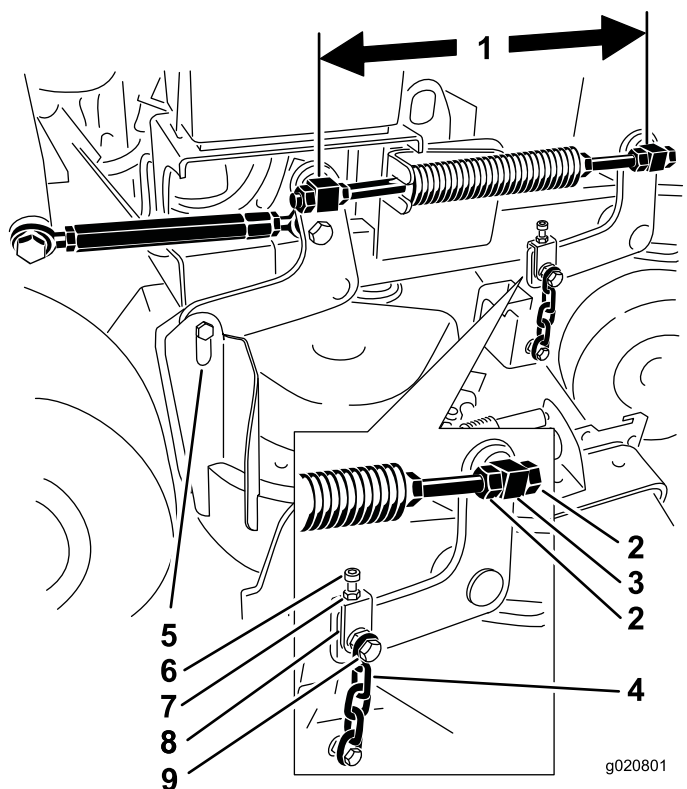

Figure 81
1. Mesurez la distance entre les centres des pivots (entraxe) sur chaque tige filetée (Figure 81).
2. Desserrez les écrous de blocage du pivot **avant** (Figure 81).
4. Resserrez les écrous de blocage du pivot **avant** (Figure 81).
4. Desserrez les écrous de blocage sur les pivots avant gauche et droit (Figure 81).
6. Serrez les écrous de blocage sur les pivots avant gauche et droit (Figure 81).
4. Desserrez les écrous de blocage du pivot avant gauche (Figure 81).
6. Resserrez les écrous de blocage du pivot avant gauche (Figure 81).
5. Desserrez les boulons de chaîne supérieurs (Figure 81).
6. Desserrez les écrous de blocage sur chaque chape (Figure 81).
8. Resserrez les écrous de blocage et les boulons de chaîne supérieurs (Figure 81).